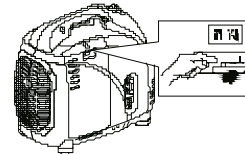

Рис. 17
**г)** Переведите рычаг заслонки в положение «CHOKE». Не нужно если двигатель теплый (Рис. 17).